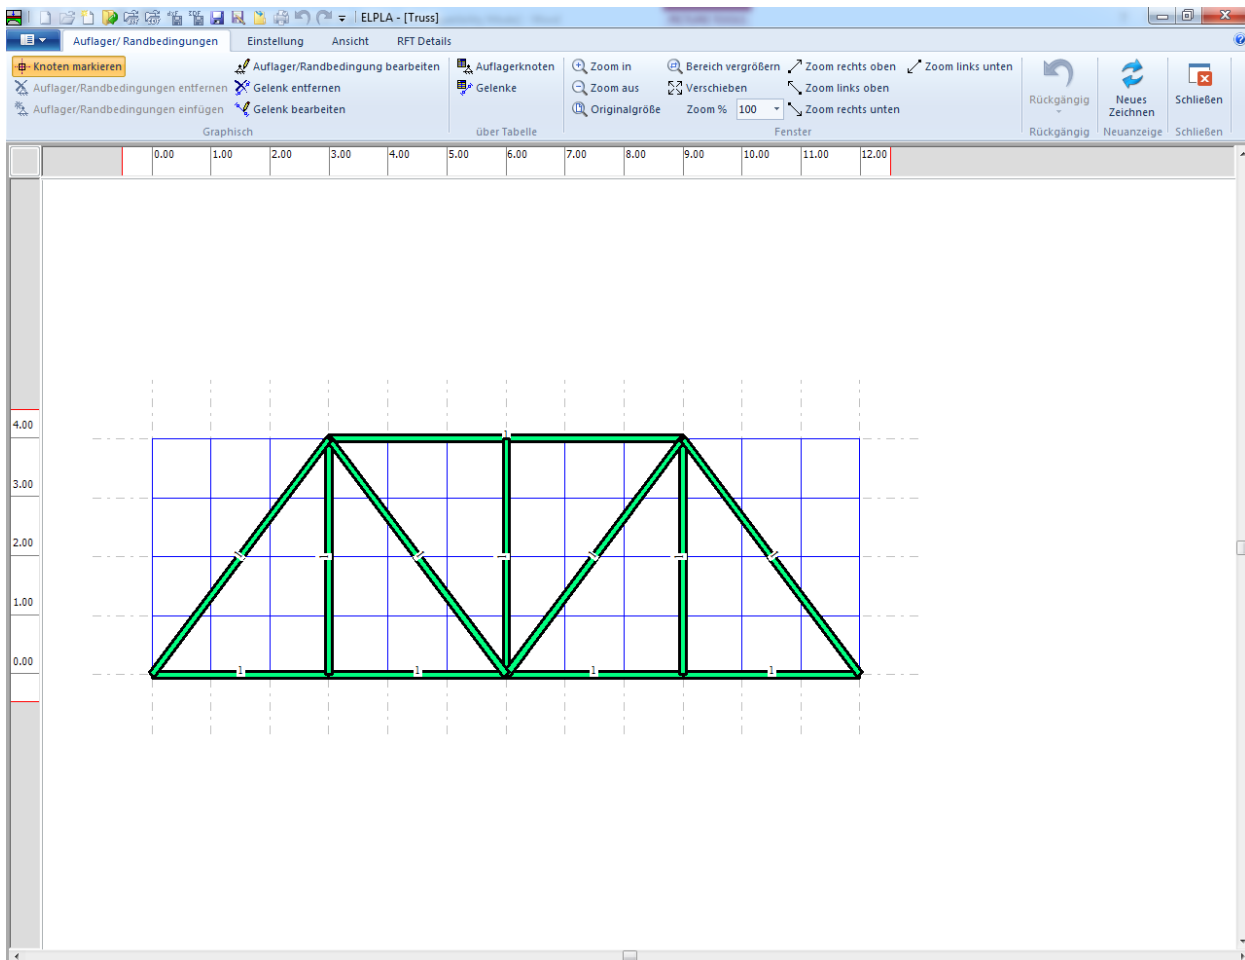
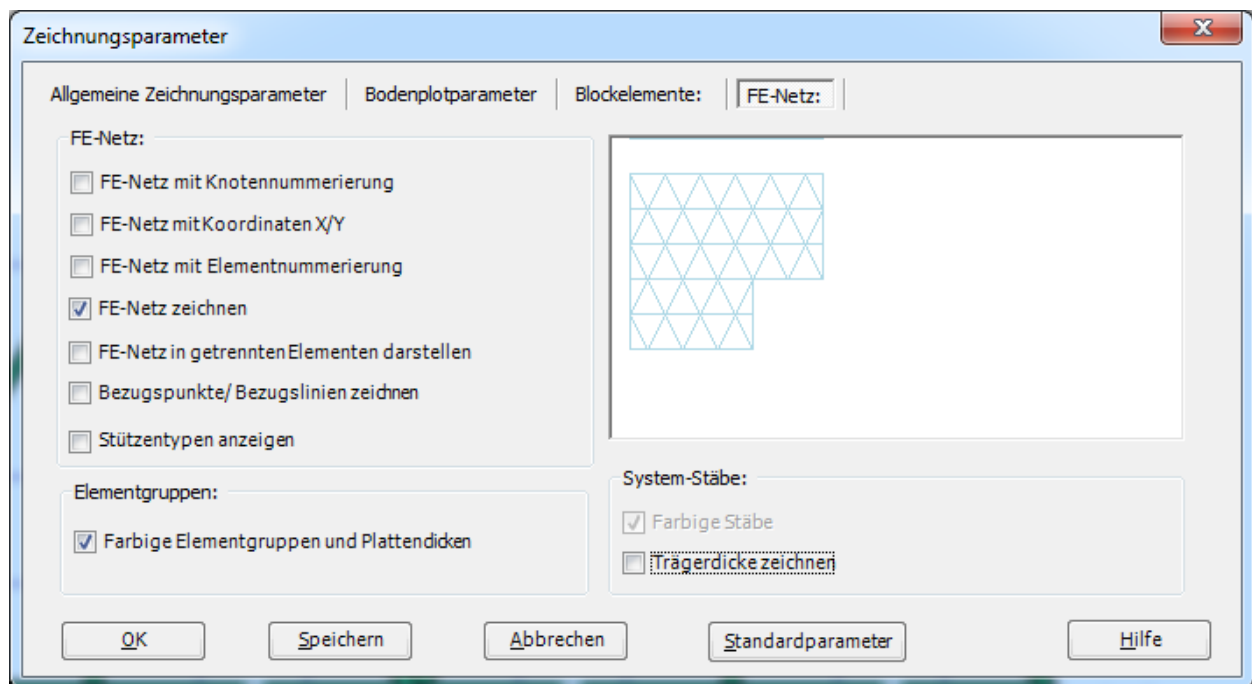

Bild 6.18 "Auflager/ Randbedingungen" Fenster
Bild 6.19 Dialogfeld "Zeichnungsparameter"
- Wählen Sie " Auflager/ Randbedingungen" aus der Registerkarte "Daten". Das folgende Fenster im Bild 6.18 erscheint
*ELPLA* kann die Stäbe, Auflager und Lasten in einer Darstellung zusammen anzeigen. Dadurch kann der Benutzer während der Eingabe der Auflager oder Lasten leicht die Standorte von Auflagern oder Lasten in Bezug auf Stäbe definieren. Wie in Bild 6.18 gezeigt, werden die Stäbe mit der tatsächlichen Dicken gezeichnet.
- Wählen Sie den Befehl "Zeichnungsparameter" aus dem Menü "Optionen" (Bild 6.18), das folgende Dialogfeld im Bild 6.19 erscheint